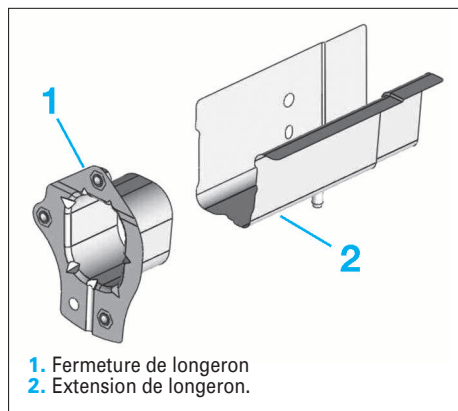

FIG. 134
- Identification de la pièce neuve (Fig.134).